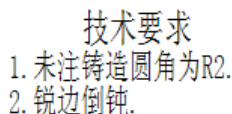

图 10.4.60 设定文本格式
Step3. 设定文本格式。确认按钮处于弹起状态，在“技术要求”字样前加几个空格让其适当居中，并选中“技术要求”字样，然后在字体大小文本框中输入 4，结果如图 10.4.60 所示。